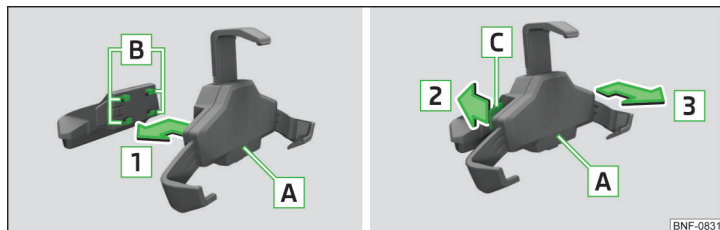

Fig. 75 Isætning af holder i adapter / Aftagning af holder fra adapter
- For at fastgøre holderen på adapteren skal du sætte holderen (A) ind i holdelementerne (B) i pilens retning (1), indtil du kan høre, at den går i hak » Fig. 75.
- For at tage holderen af adapteren skal du trykke armen (C) i pilens retning (2) og tage holderen (A) af i pilens retning (3).